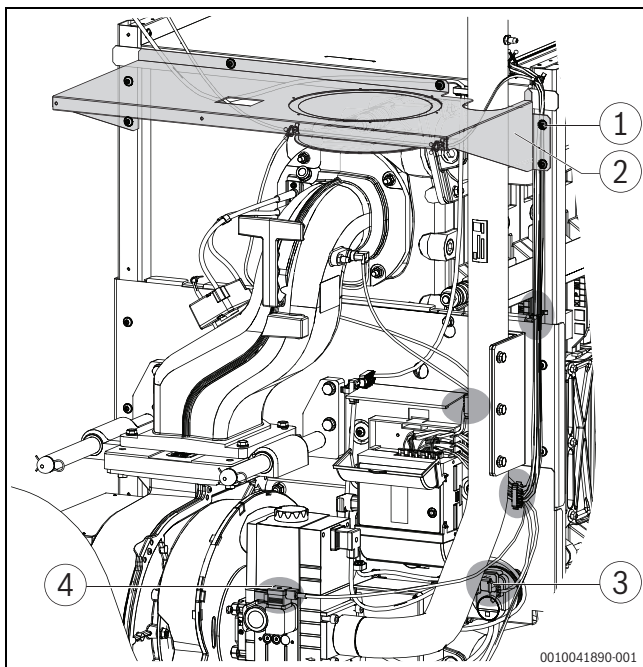

Fig. 5 Desapertar o cabo e retirar placa de suporte
- Despertar o cabo na lateral e em cima na placa de suporte dos cliques de suporte e colocar em cima da caldeira (→fig. 5).
- Remover os 6 parafusos na placa de suporte para remover a mangueira de ar e retirar a placa de suporte (→fig. 5, [1+2]).
- Retirar ambas as fichas do controlador de pressão diferencial (→fig. 5, [3]).
- Retirar as fichas da válvula magnética (→fig. 5, [4]).